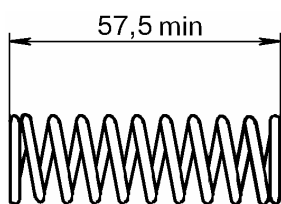

Рис. 24.
10.2.4 Пружина возвратная – 2101 3505031-01, рис. 24.